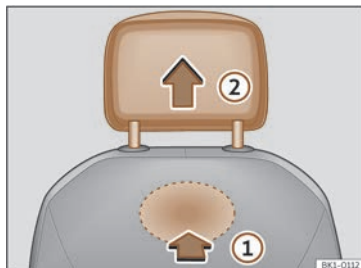

Fig. 101 Appuie-tête avant : démontage.
- Pour le déverrouiller, recherchez l'évidement situé à l'arrière du dossier dans la zone marquée et appuyez dans le sens de la flèche >>> fig. 101 ①.
- Retirez l'appuie-tête dans la direction de la flèche ②.